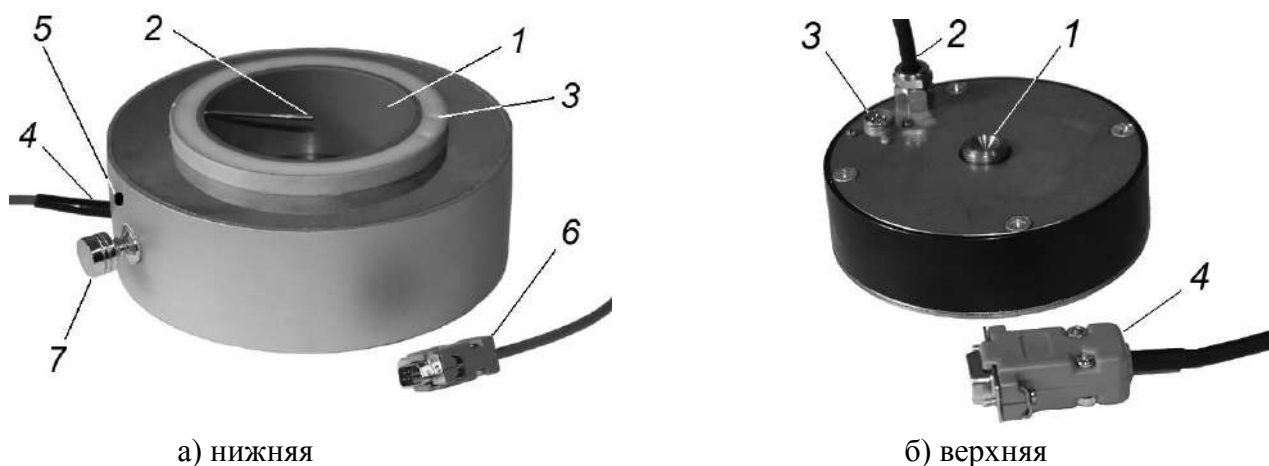

Рисунок 1.4 – Термостатированные плиты
1.4.3.1 *Нижняя термоплита* (рисунок 1.4а) имеет: встроенный датчик температуры для измерения температуры поверхности нижней термоплиты, встроенную емкость (1) для засыпки капиллярно-пористого материала, емкость для заполнения водой (3), датчик температуры для измерения температуры нижней торцевой поверхности образца (2).
- кабель (4) с девятиконтактным разъемом (6) для подключения к блоку управления;
- датчик температуры (5) для измерения температуры воздуха в холодильной камере (только для термоконтейнера №1);
- две рукояти (7);
1.4.3.2 *Верхняя термоплита* (рисунок 1.4б) имеет: встроенный датчик температуры для измерения температуры поверхности верхней термоплиты, силовоспринимающую бобышку (1), кабель (2) с девятиконтактным разъемом (4) для подключения к блоку управления, разъем для подключения датчика перемещения (3).